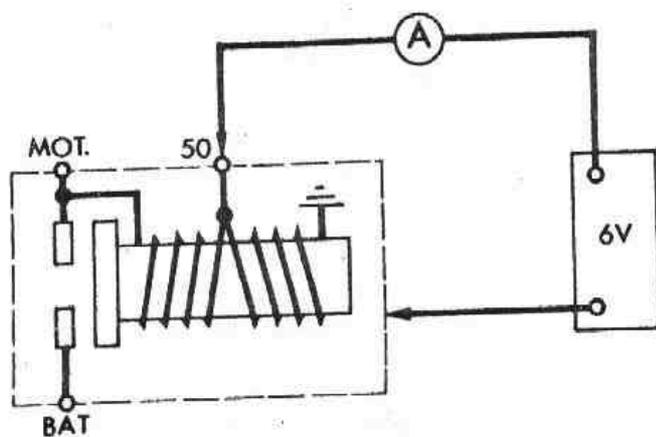

Fig. N-33
- 4.7.1. Aplicando una tensión de 6 V entre el borne 50 y masa (Fig. N-33), el consumo debe estar comprendido dentro de los valores indicados en la Ficha Técnica.